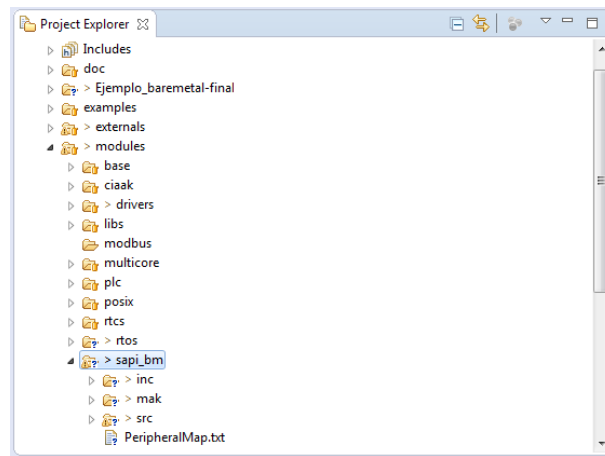

Figura 25: Ubicación de módulo *sAPI*.
- Luego de haber descargado la versión actual de sAPI se procede a copiar la carpeta *sapi-bm* y pegarla en *C: / CIAA / Firmware / modules*. La Figura 25 ilustra este proceso.